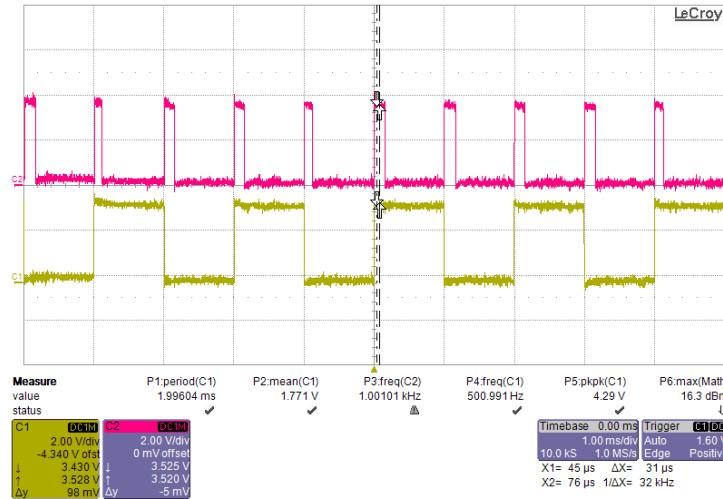

Figura 5: Señales para la depuración.
- Durante el desarrollo del proyecto se han utilizado algunas salidas del microcontrolador para la depuración del sistema. En el conector auxiliar identificado como “J6” en la PCB, el pin 2 corresponde con una señal cuadrada (color rosa en la Figura 5) cuyo nivel alto corresponde con los instantes en los cuales se esta enviando información a través del USB y el pin 3 corresponde con una señal cuadrada que cambia de nivel cada vez que el ADC empieza a adquirir (color amarillo en la Figura 5).